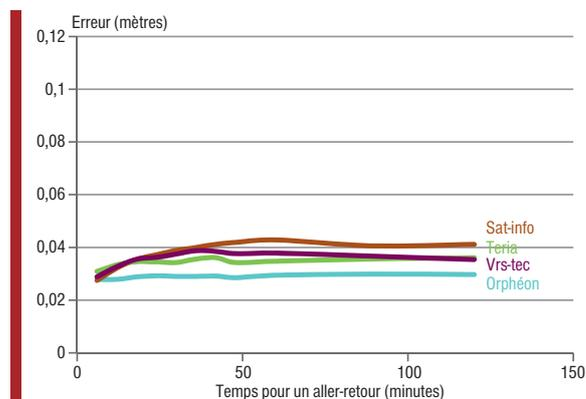

Figure 2 : Evolution de la précision relative (95 % du temps).
Quel que soit le format utilisé, CMR+ ou RTCM, la précision relative, qui correspond à la distance entre un aller et un retour successif, s'est avérée identique. Dans 95 % du temps, elle s'est montrée inférieure à  $\pm 4$  cm et a atteint en moyenne  $\pm 2$  cm (figure 2). Concernant le format CMR+ (Trimble), aucune différence statistique (1) entre les résultats des réseaux Teria, Sat-Info et VRS-Tec n'a été relevée. Le réseau Orphéon a toutefois statistiquement une précision supérieure (au seuil de 10 %). Dans le contexte de l'essai, la précision en RTK GPRS s'est donc avérée équivalente à celle en RTK radio. Contrairement aux corrections PPP ou dGPS, cette précision est acquise immédiatement, sans temps de chauffe. En termes de précision absolue, la correction RTK se différencie de ses concurrentes par sa capacité à revenir au même endroit avec la même erreur, quelle que soit la durée entre les deux interventions. Elle n'est pas soumise à la dérive des satellites, ce qui se traduit graphiquement par une courbe de précision en fonction du temps avec une asymptote horizontale proche de  $\pm 4$  cm. Cette précision absolue permet d'envisager du binage de précision (2).